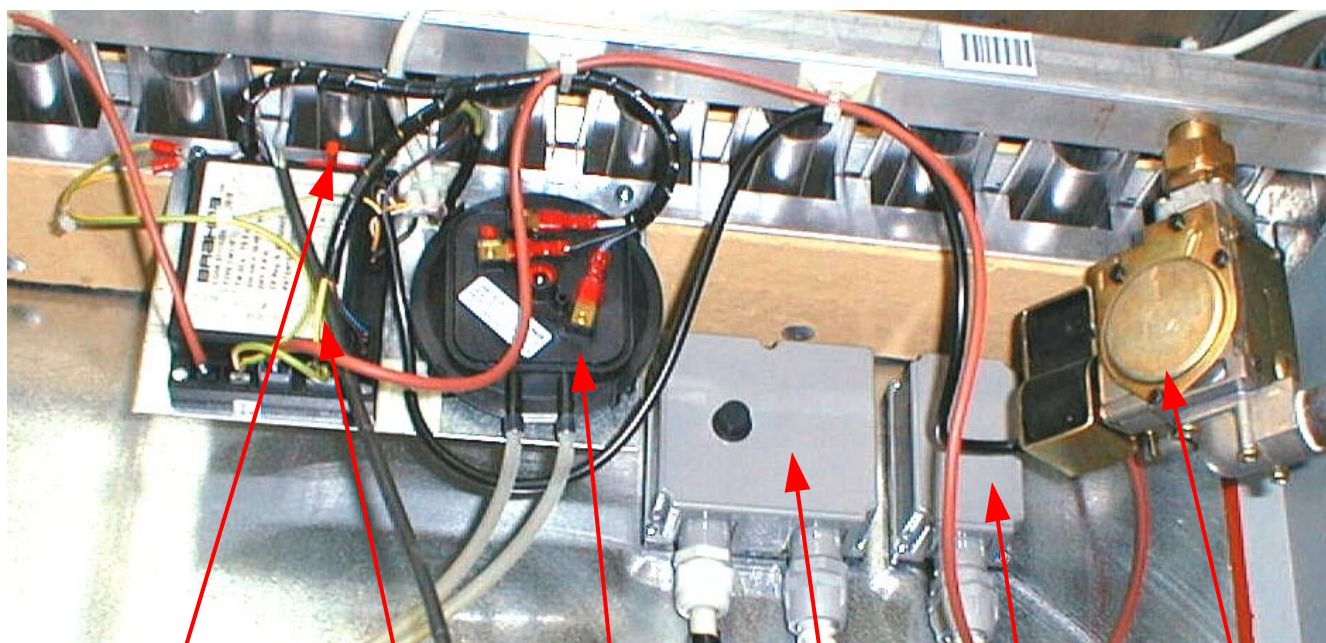

fig. 5: bruciatore superiore
- Un termostato di sicurezza, che interviene al raggiungimento di una temperatura dell'aria di 100° C; è a riarmo manuale e lo sblocco può avvenire sull'apposito pulsante (vedi (4) in fig.5)
- Un termostato-fan, tarato a 35 °C, per il consenso all'accensione del ventilatore di mandata aria (vedi (5) in fig.5)
- Un termostato limit, che interviene al raggiungimento di una temperatura dell'aria di 80 °C; è a riarmo automatico e questo avviene quando la temperatura dell'aria scende sotto il valore di taratura (vedi (4) in fig.5)